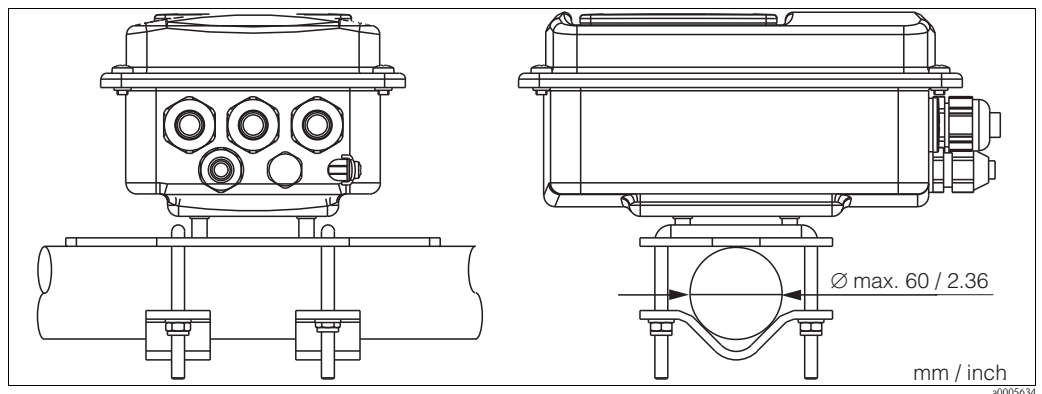

Abb. 16: Mastmontage CLD134 Getrenntausführung
3. Befestigen Sie die Halterung mit Smartec S mittels der Schelle am Mast oder Rohr (Abb. 16).